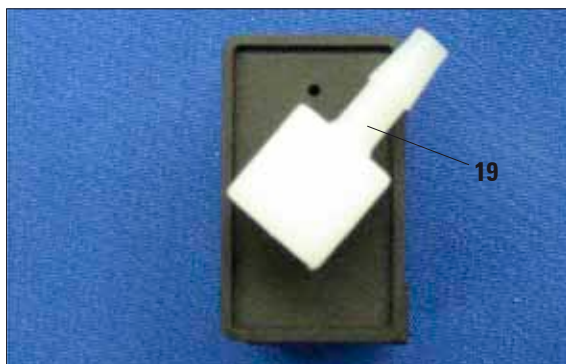

Fig. 28
Se due stazioni di lavaggio devono essere posizionate immediatamente in successione, il raccordo (19) della stazione a sinistra deve essere orientato come mostrato in Fig. 28.